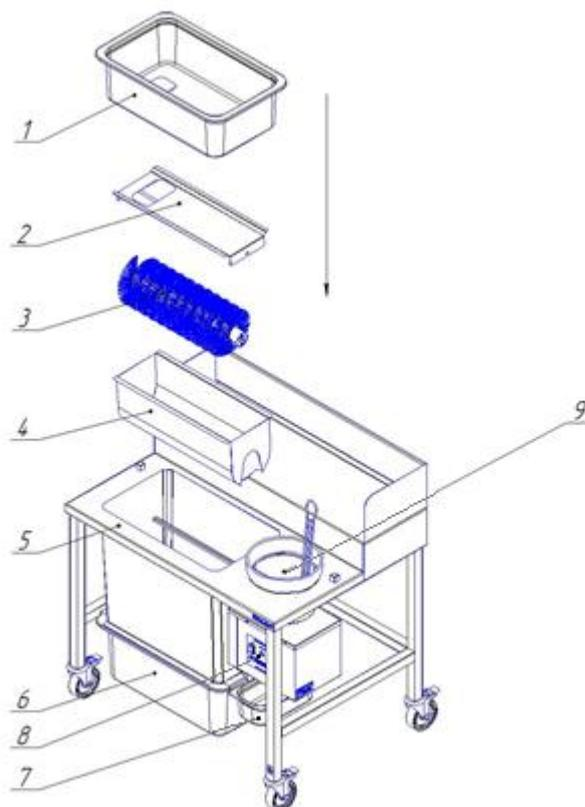
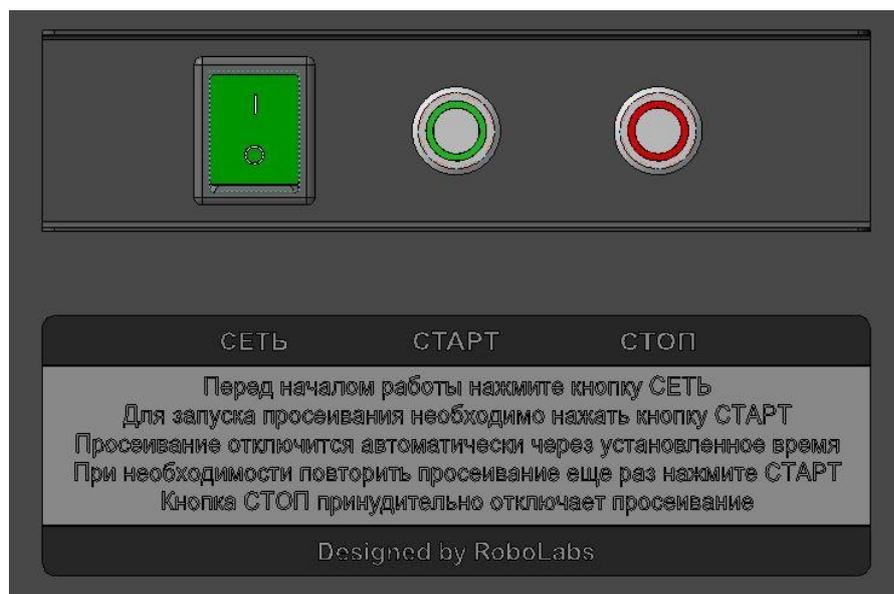

Рисунок 1 – Карамелизатор:
Рисунок 2 – Панель управления
3.4.2 После того, как панировочный материал в емкости (поз.1 рисунок 1) приходит в негодность из-за образования комочков происходит последующий сброс в сито-лоток (поз.4 рисунок 1) через специальное отверстие.
3.4.3 Нажать кнопку, положение «I» рисунок 2, после нажатия запускается двигатель, который приводит в движение щеточный вал (поз.3 рисунок 1) в сито-лотке (поз.4 рисунок 1).
3.4.4 В главном узле просеивания, состоящим из сито-лотка (поз.4 рисунок 1) и щеточного вала (поз.3 рисунок 1) происходит отделение панировки от комочков.
3.4.5 Комочки попадают в емкость (поз.7 рисунок 1), просеянный панировочный материал в нижнюю гастроемкость (поз.6 рисунок 1).
3.4.7 Затем содержимое нижней емкости (поз.6 рисунок 1) пересыпается в верхнюю (поз.1 рисунок 1).